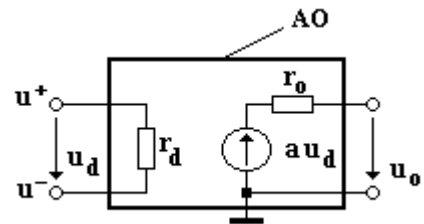

Fig. 2. Modelul AO.
- **modelul de circuit:** fig. 2, unde